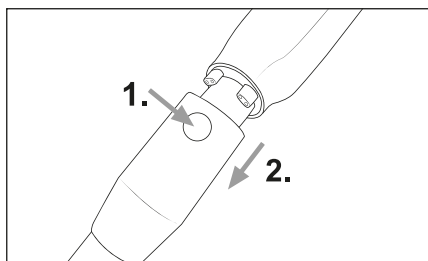

Fig. 8
- ◆ Para remover o tubo de aspiração ❸ do aparelho, mantenha o botão de desbloqueio do tubo de aspiração ❹ pressionado e puxe o tubo de aspiração ❸ da abertura de sucção do aparelho (ver fig. 8).